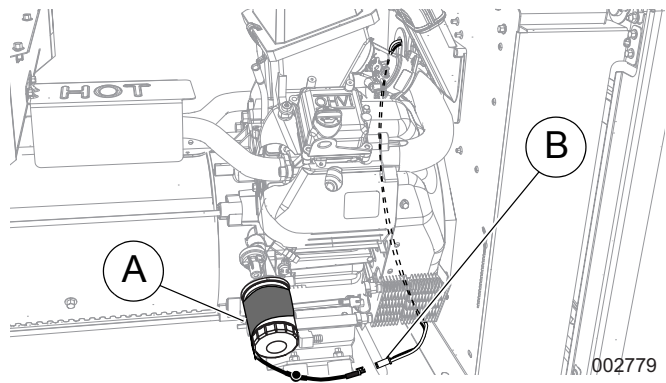

Figure 6. Installation du réchauffeur de filtre à l'huile (modèles de 11 à 22 kW)
2. Voir Figure 6. Installez le filtre à huile neuf, et serrez à la main jusqu'à ce que le joint entre en contact avec la surface d'étanchéité. Serrez ensuite le filtre à huile d'un tour complet, toujours à la main. Faites glisser le réchauffeur (A) du filtre à huile par-dessus le filtre à huile, tel qu'illustré, en veillant à ce que la fiche du connecteur soit en bas.